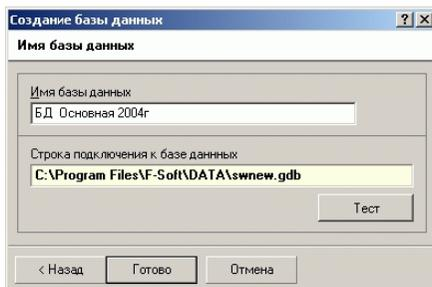

Рис. 5.5. Создание базы данных. Имя базы данных
- ▶ В появившемся окне **Создание базы данных** (см. Рис. 5.5) необходимо ввести название базы данных, по которому она будет выбираться из списка при входе в систему ФРЕГАТ, и затем нажать кнопку [Готово]. В результате начнется процесс формирования новой базы данных, по завершению которого в списке баз данных в окне **Фрегат-Консоль** появится новое присвоенное имя.